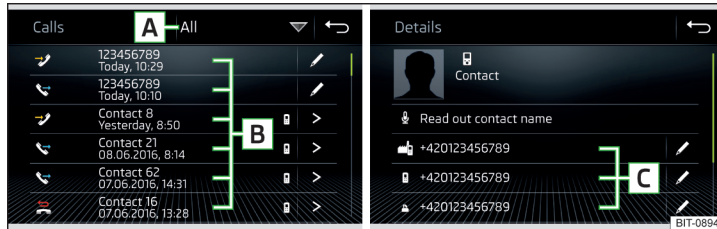

Abb. 195 Anrufliste / Kontaktdetail
► Im Hauptmenü *Telefon* die Funktionsfläche  antippen, es wird eine Anrufliste angezeigt » Abb. 195.
> Anzeige des Kontaktdetails » Abb. 195